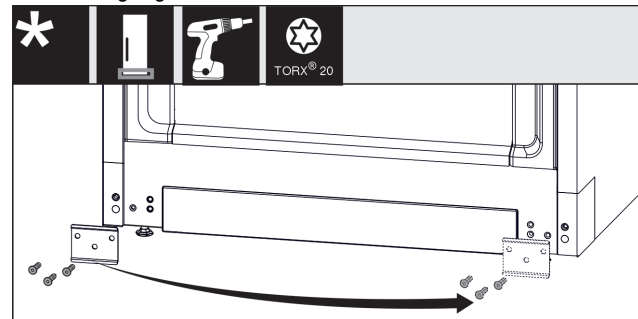

Fig. 20
- Blech Fig. 20 (1) abschrauben, auf die andere Seite umsetzen und wieder anschrauben.